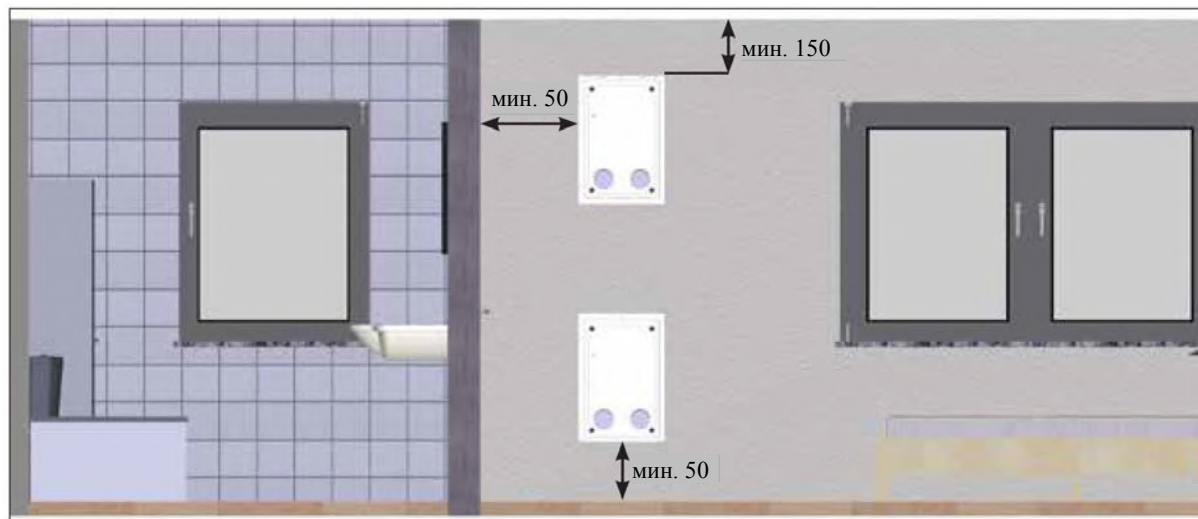
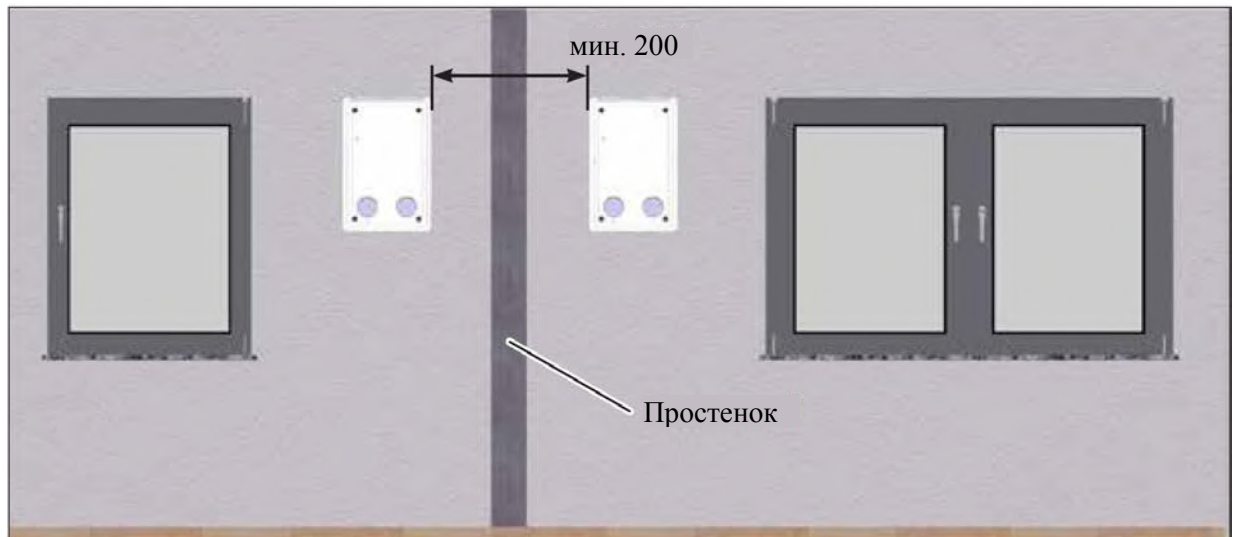

Рис. 4: минимальные расстояния и варианты расположения монтажного комплекта M-WRG-II M/MB, размеры в мм
Рис. 5: боковой минимальный отступ между двумя монтажными комплектами, размеры в мм
- ▶ Следите за минимальными отступами (см. рис. 4 и рис. 5 на стр. 11):